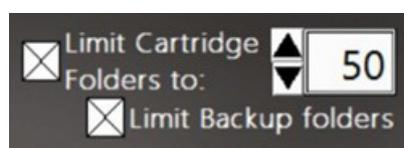

Figure 32 : commandes Limiter les dossiers de données des cartouches et Limiter les dossiers de sauvegarde
**Remarque :** si l'instrument est configuré pour sauvegarder les données sur un emplacement sur le disque dur interne (C:\), une deuxième option apparaît (Limiter les dossiers de sauvegarde). Cochez cette case pour limiter le nombre de dossiers dans le dossier de sauvegarde du lecteur C (Figure 32).